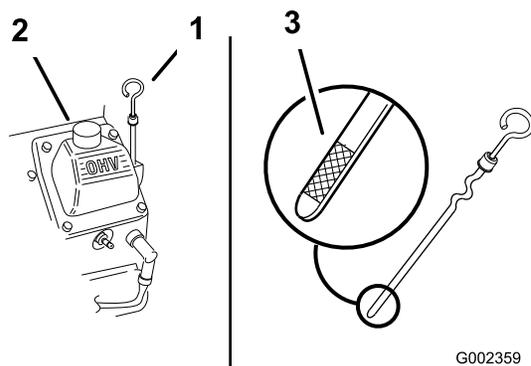

図 17
2. 給油口からごみが入ってエンジンを傷つけないように、ディップスティック (図 17) の周囲をウェスできれいに拭く。
3. ディップスティックを抜き取り、付いているオイルをウェスで拭きとってもう一度完全に差し込む (図 17)。
オイルの量がディップスティックの FULL 位置まであればよい (図 17)。